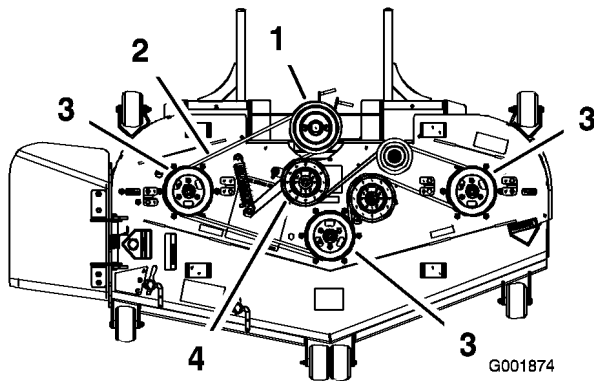
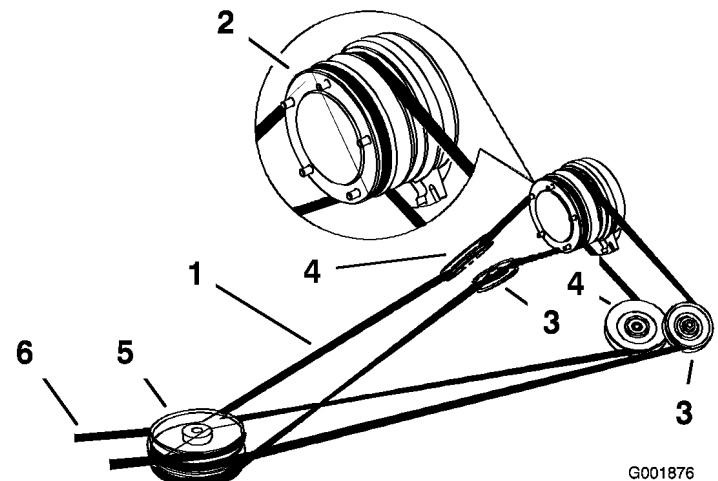

Figura 61
Figura 63
5. Retire la correa del cortacésped de las poleas del cortacésped y de la polea superior de las tres poleas apiladas (Figura 60 y Figura 61).
6. Instale la correa nueva alrededor de las poleas del cortacésped y la polea superior de las tres poleas apiladas (Figura 60 y Figura 61).
7. Tire del brazo tensor tensado con muelle para aflojar la tensión de la correa y alinee la correa del cortacésped en la polea tensora (Figura 61).
4. Tire de la polea tensora tensada con muelle para aliviar la tensión de la correa (Figura 63).
5. Retire la correa del cortacésped de la polea superior de las tres poleas apiladas (Figura 61 y Figura 63).
7. Instale la nueva correa de transmisión alrededor de la polea del embrague, las poleas tensoras ajustables, la polea tensora tensada con muelle y las tres poleas apiladas delanteras (Figura 63).
9. Instale la correa del cortacésped alrededor de las poleas del cortacésped y la polea superior de las tres poleas apiladas (Figura 61 y Figura 63).